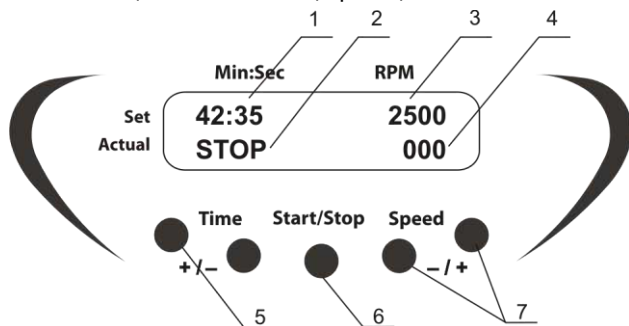

Рисунок 1. Панель управления
- 4.4. Используйте кнопки **+** и **- Speed** (рис. 1/7), чтобы установить требуемую скорость (шаг - 100 об/мин). При долгом нажатии кнопки, скорость смены значений увеличивается. Установленное значение отображается в верхней строке дисплея (рис. 1/3).
- 4.5. Используйте кнопки **+** и **- Time** (рис. 1/5), чтобы установить требуемый интервал рабочего времени в минутах и секундах (шаг - 1 мин). При долгом нажатии кнопки, скорость смены значений увеличивается. Установленное значение отображается в верхней строке дисплея (рис. 1/1).
- 4.6. Нажмите кнопку **Start/Stop** (рис. 1/6). Платформа начнет завихрения, и индикатор таймера начнет подсчитывать временной интервал в нижней строке дисплея - Active (рис. 1/2).
- 4.7. Если рабочее время не установлено (или сброшено), и на дисплее отображается 00:00, нажатие кнопки **Start/Stop** будет приводить к непрерывной работе устройства до нажатия кнопки **Start/Stop**. Фактическое значение скорости платформы отображается в нижней строке дисплея (рис. 1/4)